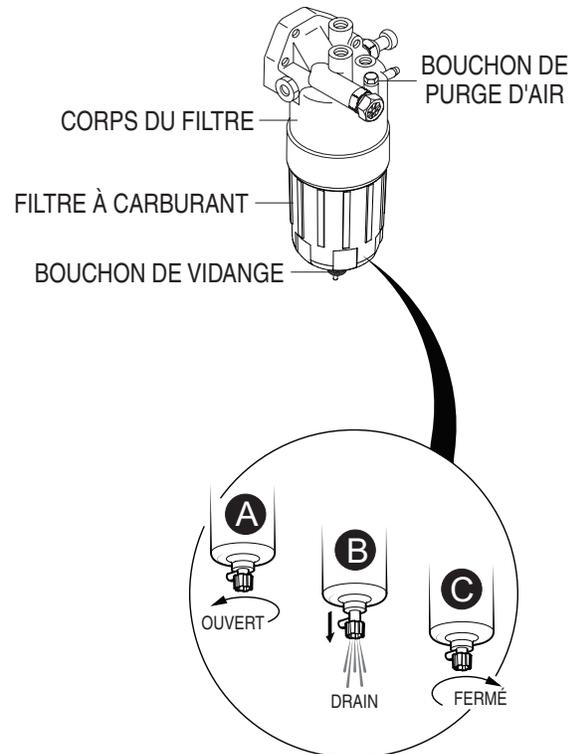

Figure 53. Vidange du filtre à carburant
1. Desserrez le **bouchon de purge d'air** (Figure 53) sur le corps du filtre à carburant.